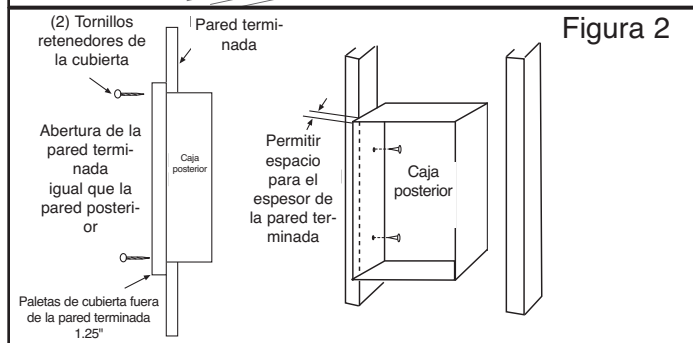

Figura 2
- Determinar cuál lado de la caja posterior se va a montar contra un montante de pared o vigueta de cieloraso (ver la Figura 2). Al instalar la caja posterior, permitir espacio para el espesor de la pared terminada. El borde de la caja posterior debe instalarse al ras con la superficie terminada. Se proporcionan marcas en el lado de la caja posterior para paredes terminadas de 1/2" ó 5/8".
- Colocar la caja posterior en posición sobre la ubicación deseada del montante de pared o vigueta de cieloraso, y asegurar usando dos clavos o tornillos según se muestra en la Figura 2.
NOTA B: Se han provisto orificios guía para un tornillo No. 8 de lámina de metal, a los lados de la caja posterior (Ver la Figura 2).
- Determinar cuál de los lados de la caja posterior se va a montar contra un montante de pared o vigueta de cieloraso. Ver la Figura 2.